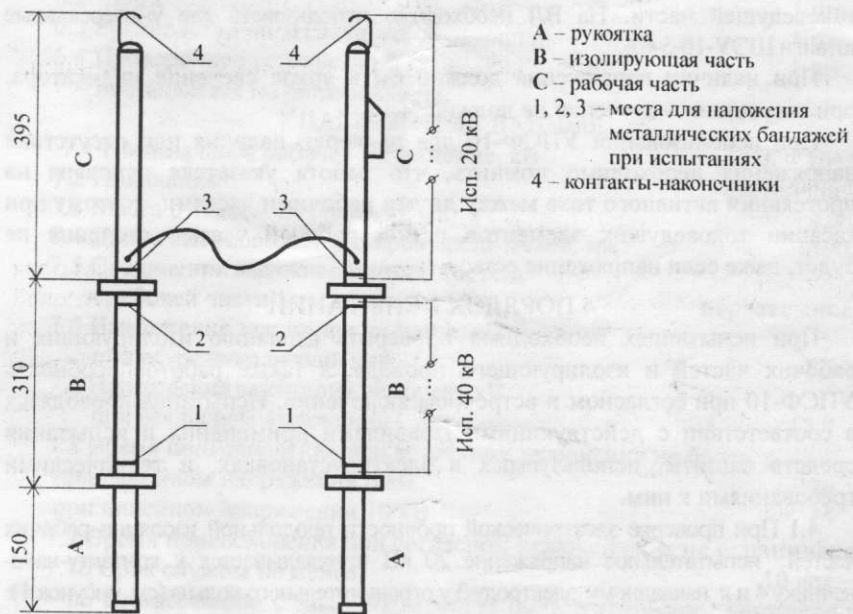

Рисунок 1
УПСФ-10 состоит из двух стеклопластиковых корпусов, соединенных высоковольтным изолирующим проводом (рис. 1).
4.1 При проверке электрической прочности продольной изоляции рабочих частей испытательное напряжение 20 кВ прикладывается к контакту-наконечнику 4 и к накладному электроду 3 у ограничительного кольца (см. рисунок 1).